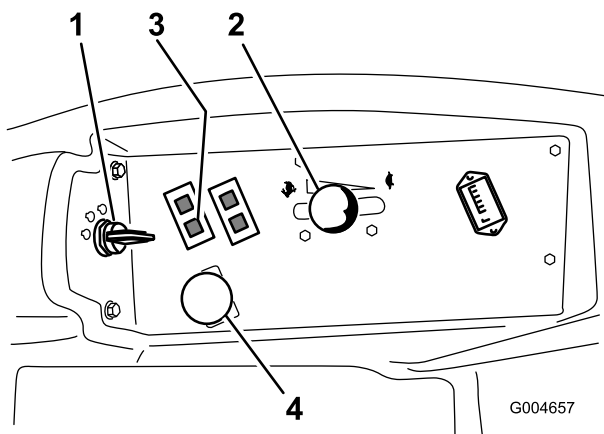

Figura 15
4. Mueva el mando de la TDF (toma de fuerza) a la posición de Desengranado (Figura 15).
- Ponga la palanca del acelerador en un punto intermedio entre las posiciones Lento y Rápido (Figura 15).